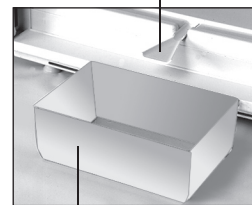
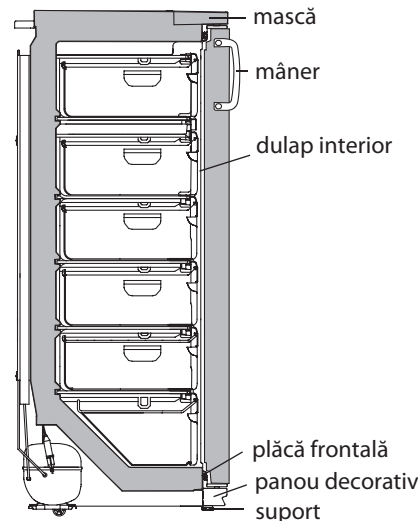

Figura 5 – Recoltarea apei provenite
Figura 6 – Schema congelatorului
- să îndepărtați apa rezultată în urma topirii, instalând în conformitate cu figura 5 elementul de masă plastică pentru drenare / pentru curățare a gheții și orice vas recipient cu volumul nu mai puțin de 2 l;
SE INTERZICE să decongețați congelatorul fără utilizarea elementului pentru drenare instalat în conformitate cu figura 5. Apa rezultată în urma topirii care se scurge din cameră afară de elementul pentru drenare, pătrunzând în locul de alăturare a plăcii frontale la dulapul interior în conformitate cu figura 6, poate provoca coroziunea dulapului exterior al congelatorului și a elementelor agregatului frigorific, defectarea izolației termice, formarea crăpăturilor dulapului interior și defectarea dulapului congelatorului.